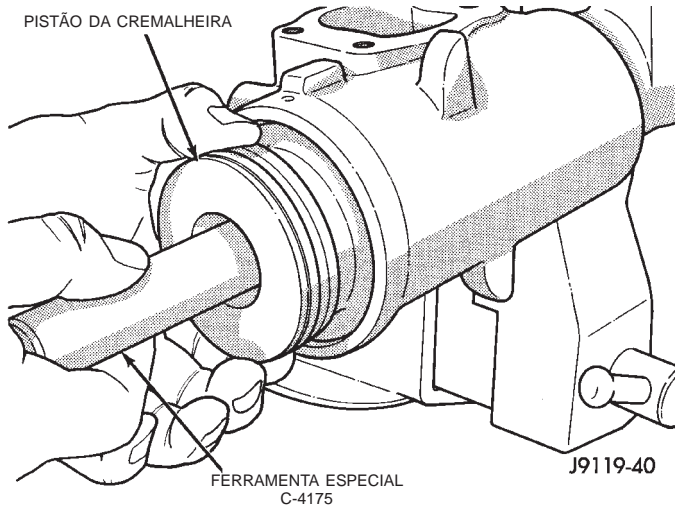

Fig. 18 Pistão da Cremalheira com o Fuso
(4) Gire o eixo curto EM SENTIDO ANTI-HORÁRIO até que o pistão da cremalheira comece a sair da carcaça.
(5) Insira o Fuso C-4175 no furo do pistão da cremalheira (Fig. 18) e mantenha a ferramenta apertada contra o eixo sem fim.
(6) Gire o eixo curto com uma chave soquete de 12 pontos EM SENTIDO ANTI-HORÁRIO; isto forçará o